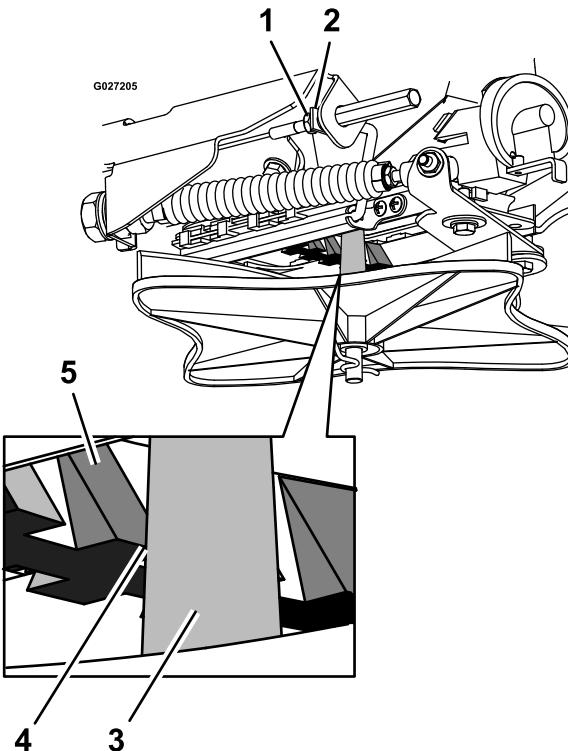

Figura 88
5. Afloje la contratuerca del extremo del cable de control del patrón (Figura 88).
6. Tire de la varilla de acoplamiento hasta que quede un espacio de 3.2 mm (1/8") entre el diente de la rampa y el eje del impulsor (Figura 88).
7. Apriete la contratuerca (Figura 88).